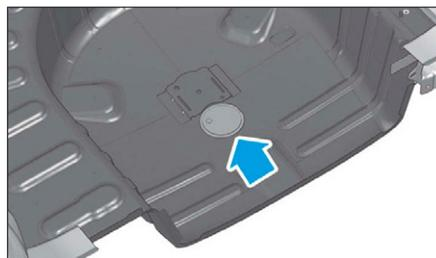

FIG. 201
- Dégraffer l'obturateur (flèche) (Fig.201).